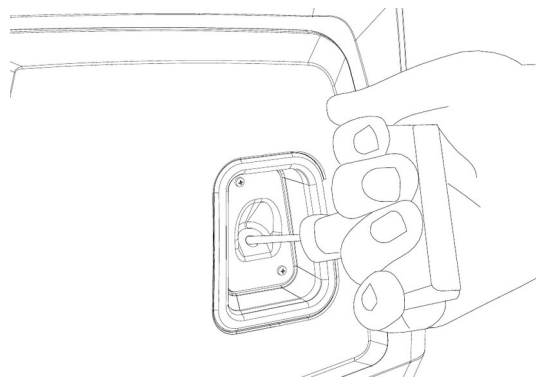

FIG. 7 — Arrancador de retroceso
- 6) Sujete el generador por el asa, tire despacio de la empuñadura del arrancador (5) hasta notar resistencia y después tire con decisión (FIG. 7). Acompañe el cable en su recogida.
- 7) Cuando el motor arranque, empuje el estrangulador (F) hacia la posición de marcha a medida que el motor se calienta.